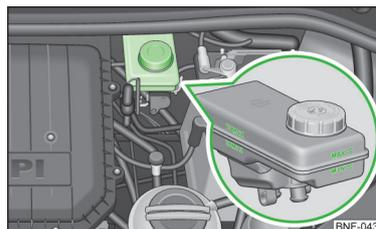

Fig. 103
» fig. 103 à la page 115.
- Si le niveau de liquide est descendu en dessous du repère « MIN » » fig. 103 à la page 115, **!** ne reprenez pas la route – risque d'accident ! Faites appel à l'assistance d'un atelier spécialisé.
➤ Contrôlez le niveau de liquide de frein dans le réservoir » fig. 103.